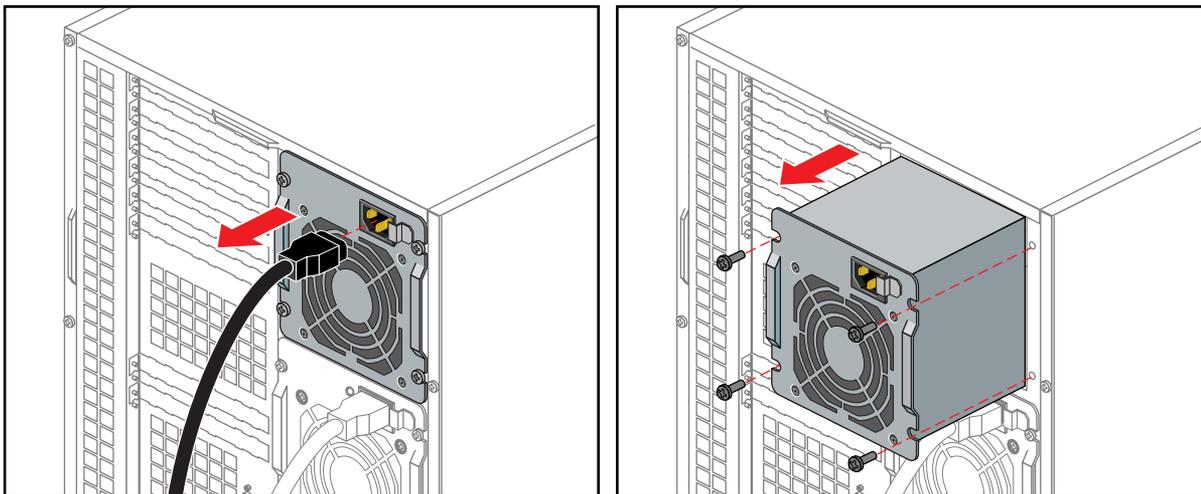

Figura 5-4 Rimozione di un'unità di alimentazione
3. Servendosi delle estremità verticali svasate come impugnature, far scivolare l'unità all'esterno del suo scomparto (come mostra la Figura 5-4).